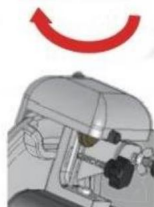

Fig.4
9. Vrid tillbaka slipskivan till sitt ursprungliga tillstånd och lås det fasta handtaget (som visas i Fig.4)